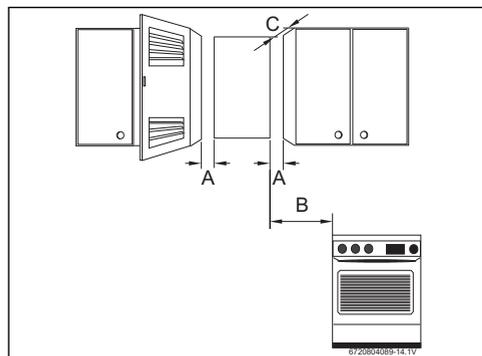

Fig. 18 Distances minimales
- ▶ Respecter les distances minimales indiquées dans la fig. 18.
- ▶ Assurer l'accès libre pour les opérations de maintenance et respecter les distances minimales indiquées dans la figure 18.